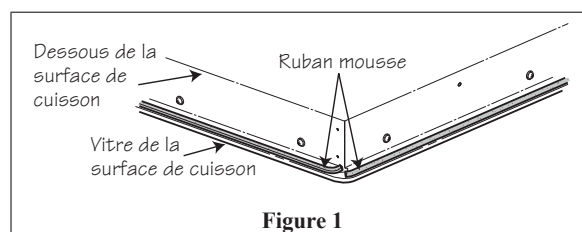

Figure 1
5. Appliquez le ruban mousse inclus autour des bords extérieurs de la vitre, sur les quatre côtés. Ne pas chevaucher le ruban. Voir la figure 1.